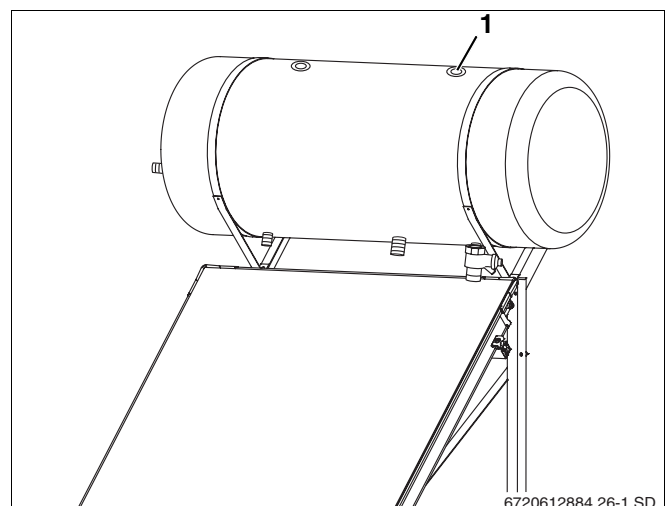

Fig. 27 Llenado de la instalación
- ▶ Vaya introduciendo fluido solar en el acumulador desde arriba (fig. 27, **pos. 1**) hasta que salga por el tubo de carga.